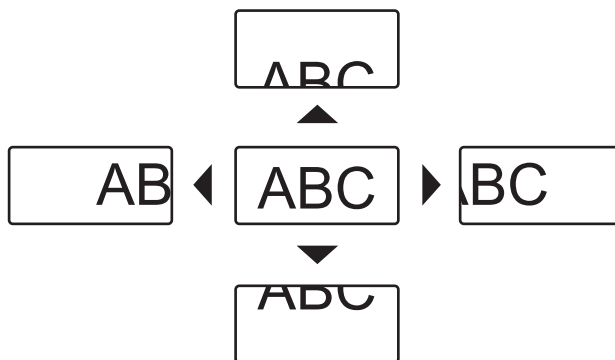

Fig. 1
5) Premere ▲▼◀▶ per spostare la posizione dello zoom. (Fig. 1)